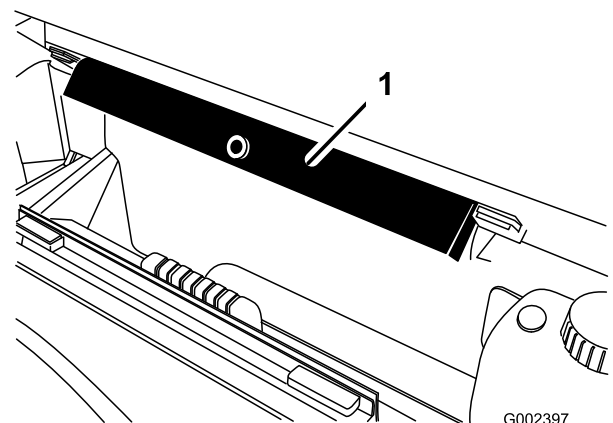

Bild 78
7. Nehmen Sie die Ladepritschenstütze aus den Einlagerungshalterungen hinten an der Überrollschutzplatte (Bild 78).